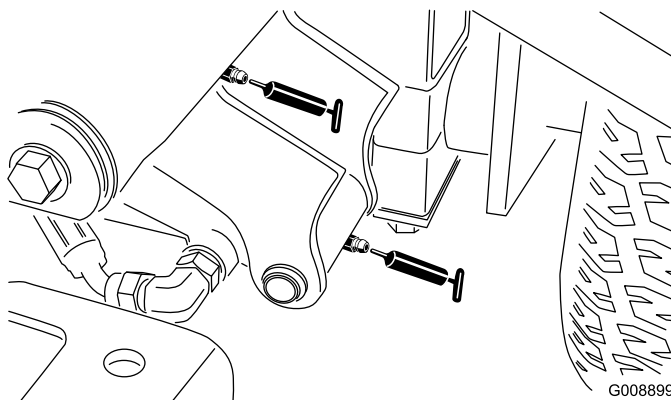

Figura 61
- Pivote y cilindro de elevación del brazo de elevación delantero izquierdo (2) (Figura 61)